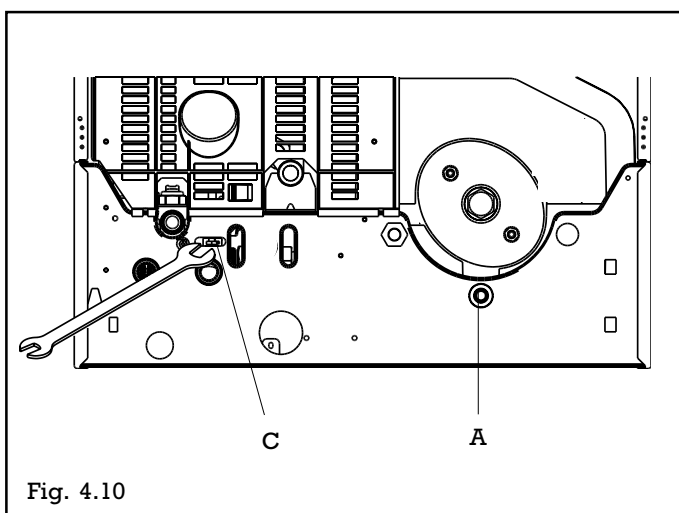

Fig. 4.10
- dévisser légèrement la petite vanne de vidange (C) placée sous le pressostat eau (clé plate de 11 à glisser par le dessous), l'eau s'écoulera par le petit tube plastique (fig. 4.10),